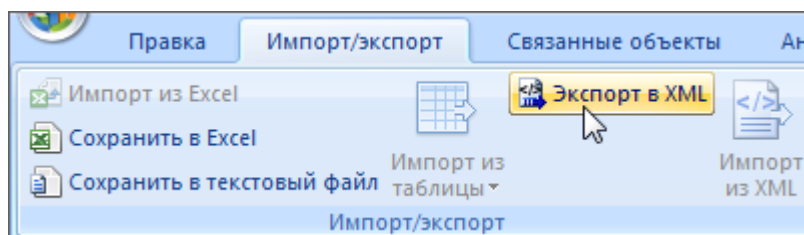

Рис. 27-37 – Импорт наработки из XML файла
1) Выделить в основном или связанном окне «Выполненные работы» папку или наработки, и нажать кнопку «Экспорт в XML» панели «Импорт/экспорт» (рис. 27-37).